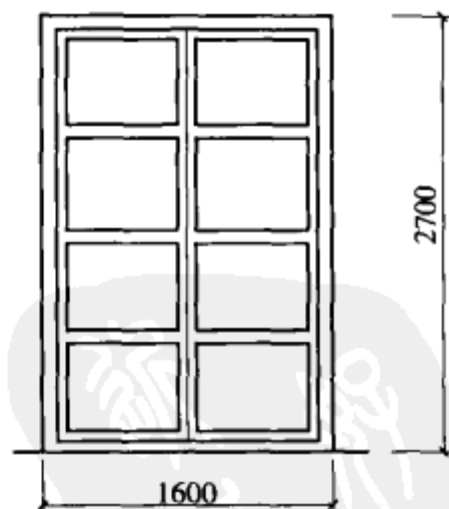

图4-4 双扇镶板门
**【例4】** 如图4-4所示,求双扇无纱无亮子镶板门工程量。
**【解】** (1) 定额工程量